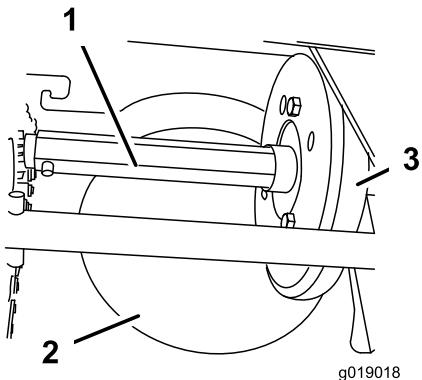

Figure 44
A. Sortez la jauge et versez lentement de l'huile dans le goulot de remplissage pour faire monter le niveau jusqu'au repère maximum sur la jauge (Figure 44). Ne remplissez pas excessivement.
Graissez légèrement l'arbre hexagonal une fois par an avec de l'huile moteur de type automobile (Figure 44).
**Important:** Veillez à ne pas faire couler d'huile sur la roue en caoutchouc ou la poulie à friction en acier, car cela fera patiner la transmission (Figure 44).